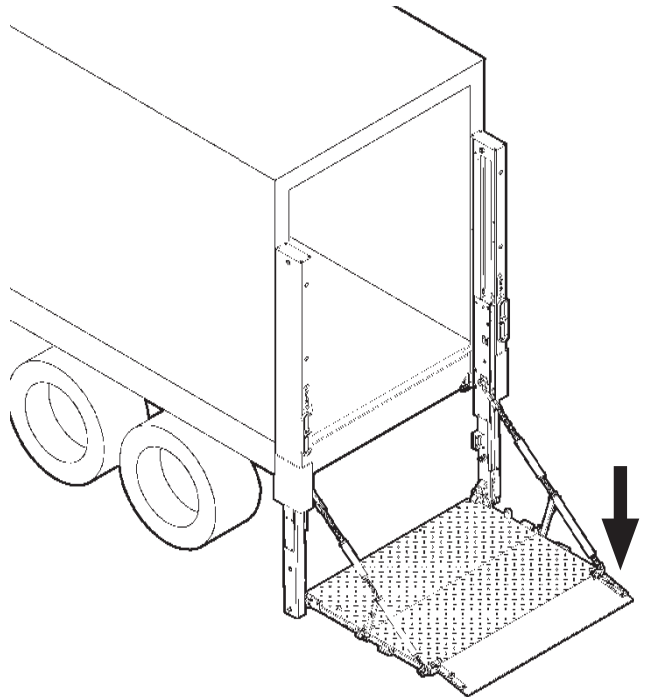

FIG. 4-1
1. **Despliegue y descienda** la plataforma al suelo (**FIG. 4-1**).